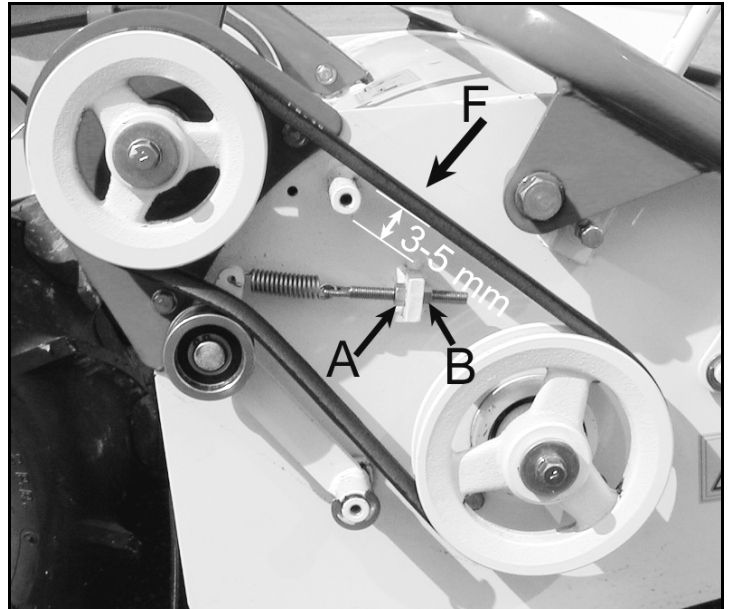

Figura 23
- Premere la cinghia con il dito in posizione mediana tra le 2 pulegge (F, Figura 23): la cinghia deve flettere di circa 3 ~ 5 mm. In caso contrario, registrare la tensione della cinghia mediante i dadi "A" e "B".